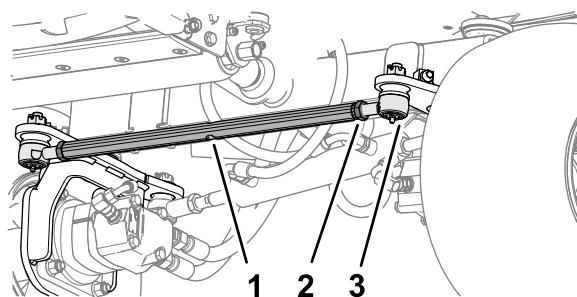

Bild 75
Spurstangenbaugruppe an den Stangenenden befestigt ist (Bild 75).
2. Richten Sie die Räder durch Drehen der Spurstange aus (Bild 75).
5. Ziehen Sie die beiden Sicherungsmuttern an, um die Spurstangenbaugruppe und die Stangenenden zu sichern (Bild 75).